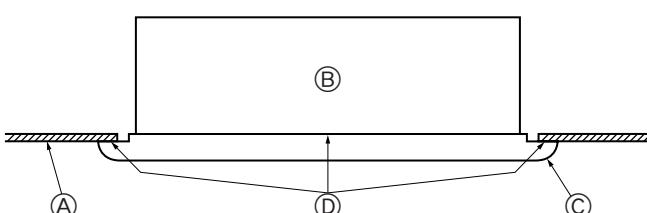

Fig. 5-6
- Vérifier qu'il n'y a pas de vide entre l'appareil intérieur et la face avant ainsi qu'entre la face avant et la surface du plafond. Si des vides subsistent, l'air risque de s'infiltrer par ceux-ci et de provoquer la chute de gouttes d'eau (Fig. 5-6).